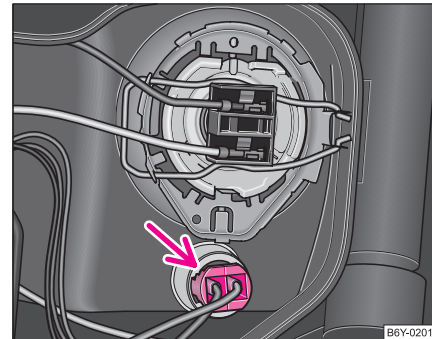

Abb. 176 Ausbau der Glühlampe für Standlicht vorn
- Ziehen Sie die Lampenfassung mit Glühlampe für Standlicht aus dem Scheinwerfer heraus ⇒ Seite 241, Abb. 176.